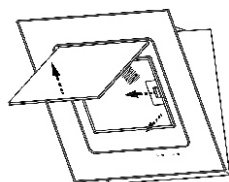

рис. 4
8.3 Для очистки алюминиевого фильтра извлеките его из вытяжки (рис.4). Произведите очистку фильтра с помощью щетки горячим водным раствором нейтрального моющего средства вручную или в посудомоечной машине (при 60°C). Сильно загрязненный фильтр не следует мыть в посудомоечной машине вместе с посудой. Старайтесь не сгибать фильтр при мойке. Возможное изменение цвета фильтра, с течением времени, не приводит к снижению эффективности его действия.
6.1.1 Перед установкой вытяжки снимите алюминиевый фильтр (рис. 4).
- потяните за нижний край откидной панели, как показано на рис. 4 и откройте ее;